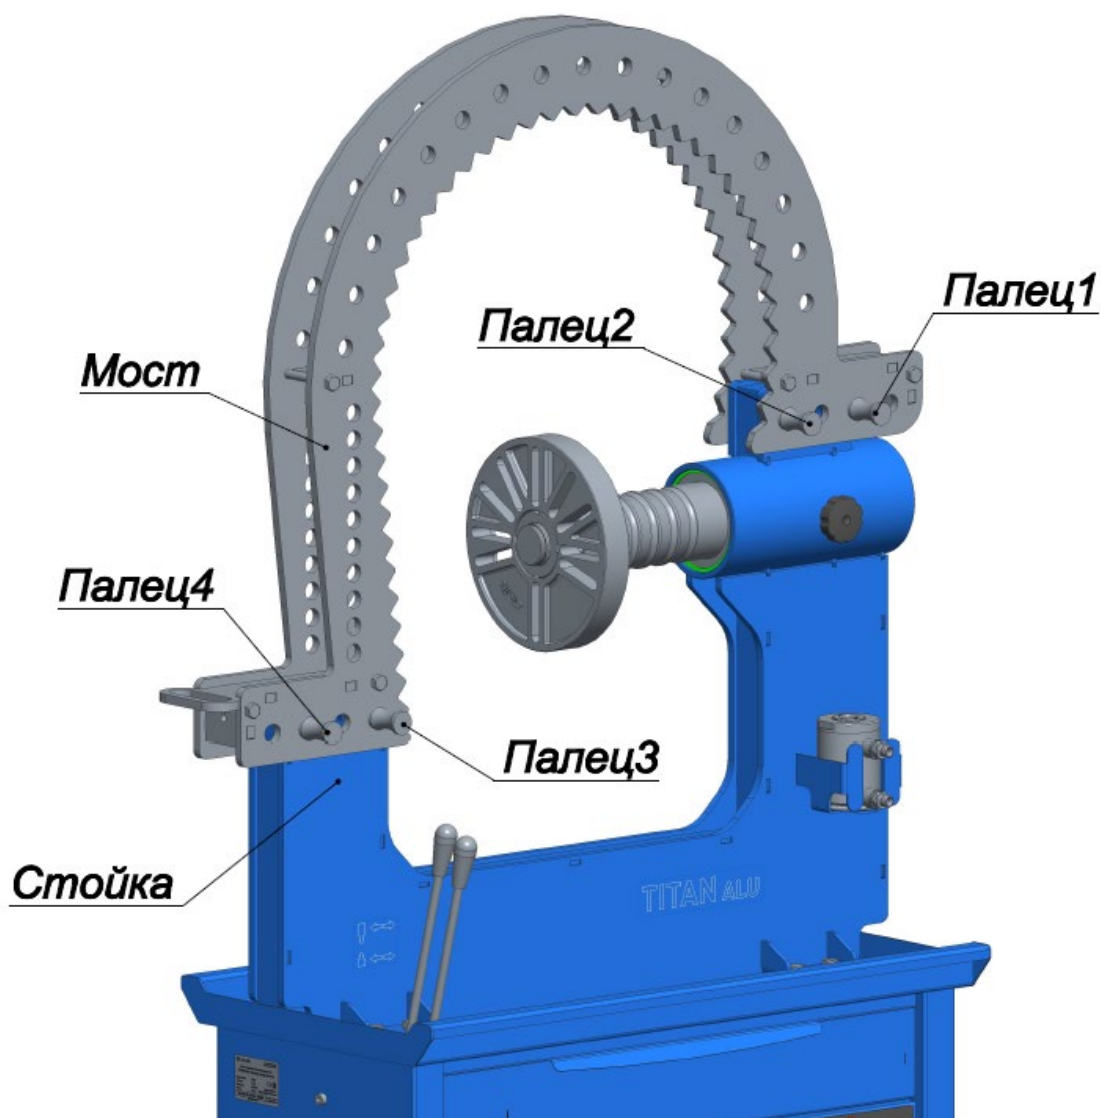

Рисунок 5.1 - Фиксация моста на стойке
5.8.1 Подвижный мост должен быть надежно закреплен на стойке при помощи четырех пальцев, при любом проведении работ по восстановлению поврежденных дисков (рисунок 5.1). Пальцы располагаются попарно, слева и справа, также имеют одинаковую форму и являются взаимозаменяемыми.